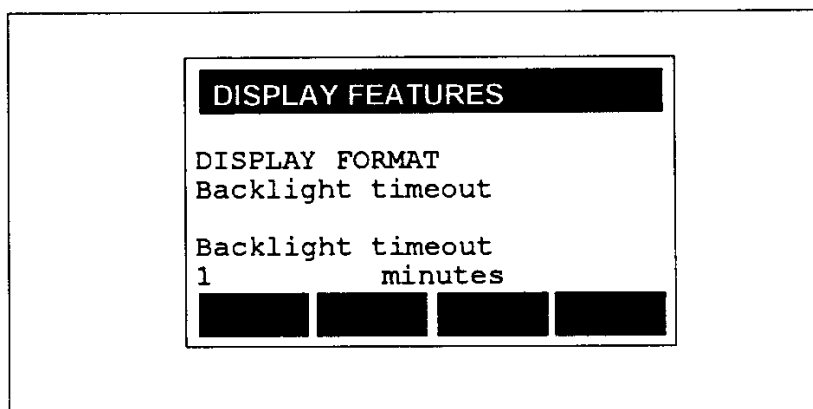

図 5-9： BACKL を選択した後の表示画面
2. [F2]を押して BACKL を選択します。図 5-9 のような画面が表示されます。